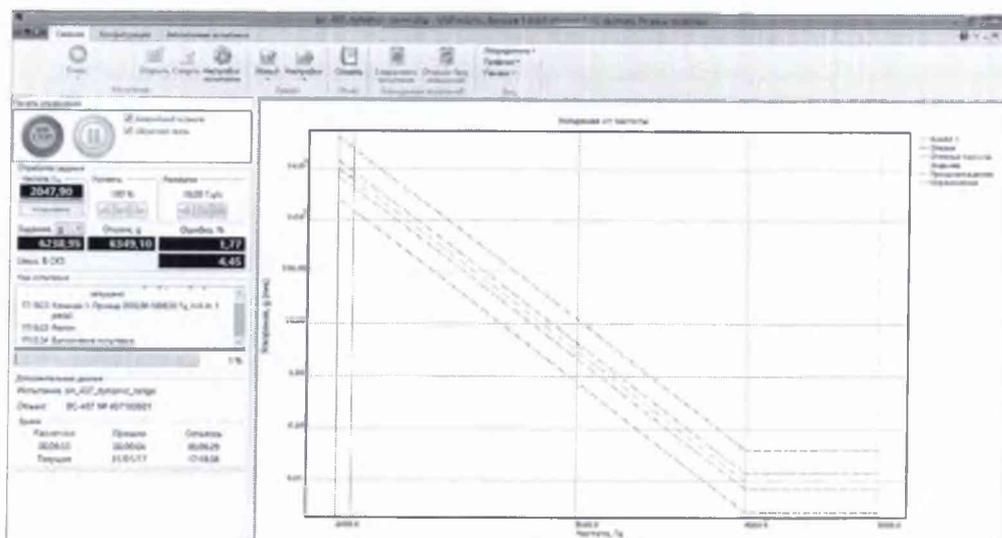

Рисунок 7.2.7
7.2.2.3 В открывшемся окне тестового испытания sin407\_dynamic\_range (рисунок 7.2.7), имитирующего процесс задания испытательного воздействия с разверткой частоты и автоматическим поддержанием виброускорения, значения которого линейно изменяются в диапазоне от 0,01 до 10000 g (в динамическом диапазоне 120 дБ), нажать кнопку «Старт».